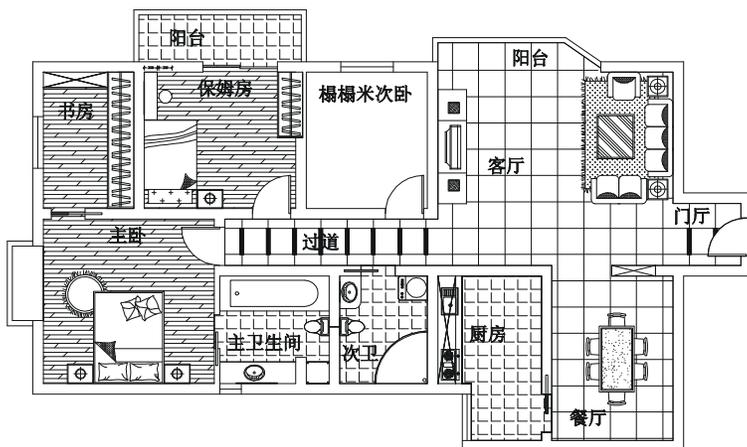

图 6-1-74
**STEP 10** 使用图案填充命令 BHATCH 将书房和保姆房填充为和主卧一样的强化木地板,如图 6-1-74 所示,其步骤参见主卧的填充。